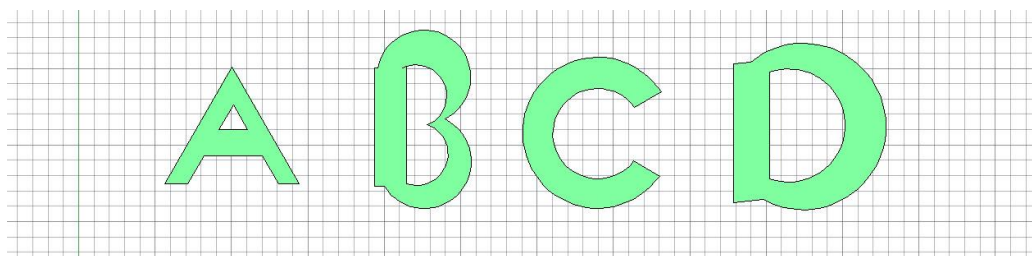

Figura 3.1 – Exemplu de 4 caractere alfa-numerice proiectate în AutoCAD
3.14. Deși există și fonturi de tip bitmap, acestea au marele dezavantaj de a nu putea fi scalate. Majoritatea fonturilor folosite în prezent sunt așadar vectoriale. Realizați în AutoCAD propriul vostru set de caractere alfabetice (A-Z), precum în Figura 3.1. Folosiți-vă de comenzile de desenare a cercurilor, poligoanelor regulate și dreptunghiurilor, urmate de comenzile Trim și Extend. Colorarea interiorului fiecărui caracter va fi realizată folosind comanda Hatch. Fiecare font poate fi transformat într-un obiect aparte folosind comanda Block, redimensionat și refolosit de oricâte ori este nevoie.